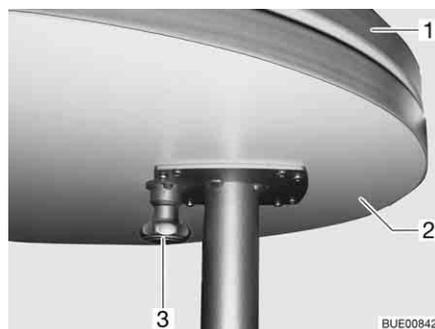

Bild 95 Ausschwenkbare Tischverlängerung
Tisch vergrößern: ■ Knopf (Bild 95,3) der Verriegelung nach unten ziehen und Tischverlängerung (Bild 95,2) herauschwenken.
- Tischverlängerung (Bild 95,2) unter Tischplatte (Bild 95,1) schwenken, bis die Verriegelung hörbar einrastet.